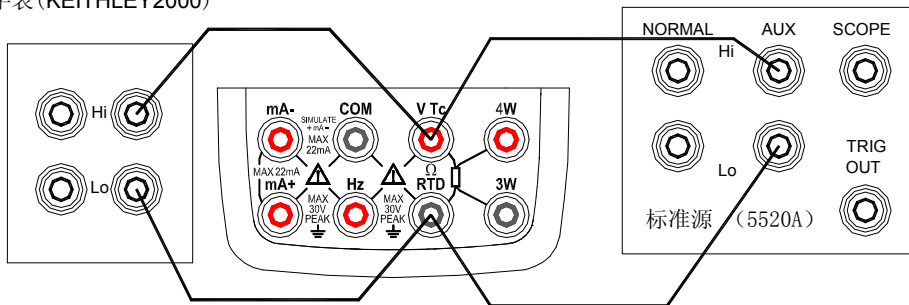

图13. 输出电阻校准
- 步骤一：使用 **(OHM)** 键选择电阻功能，按图13所示接线方式连接引线到标准数字表。